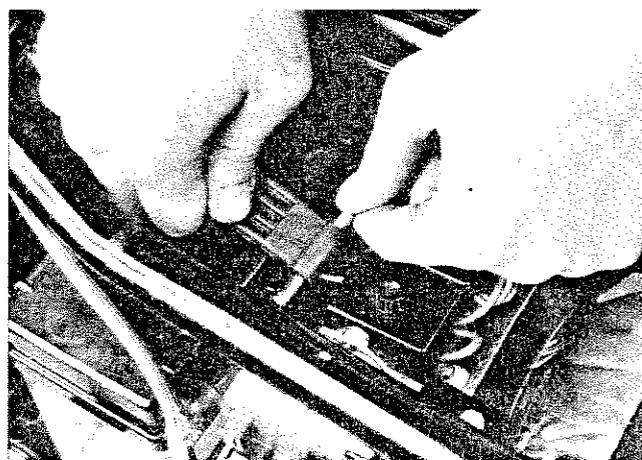

Fig. 164
- 2) Sganciare l'elastico di fissaggio e togliere il coperchio (Fig. 164).
- 2) Unhook the securing rubber strap and remove the battery cover (Fig. 164).